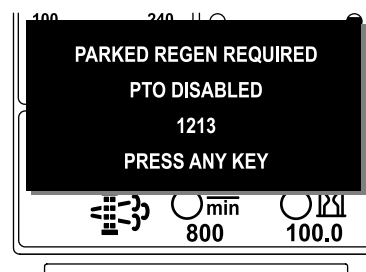

Рисунок 48
- Если вы не выполните стационарную регенерацию в течение 2 часов, дисплей инфо-центра отобразит сообщение «Требуется стационарная регенерация — механизм отбора мощности выключен» — ИНФОРМАЦИОННОЕ СООБЩЕНИЕ № 1213 (Рисунок 48).